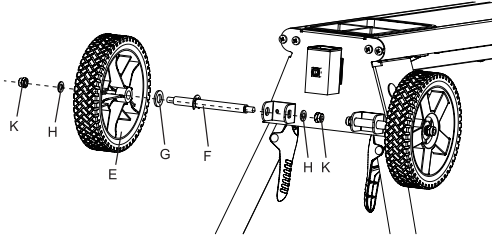

Fig. 4 – Instalación de las ruedas
1. Coloque una rueda en el eje y fije, usando las tuercas y las arandelas (Fig. 4);